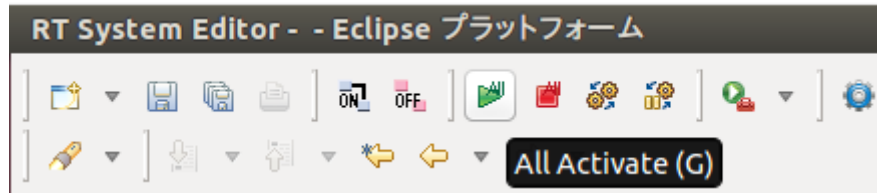

図 23 Activate
- ④以上のことが確認できたら Activate で実行する (図 23)。このとき、